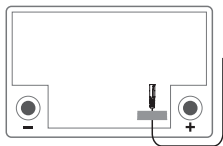

Bild 4
5. Befestigen Sie den Temperatursensor mit Klebeband (siehe Bild 4) oberhalb der Servicebatterie an einer sauberen glatten Oberfläche. Positionieren Sie den Sensor so dicht wie möglich Pluspol.